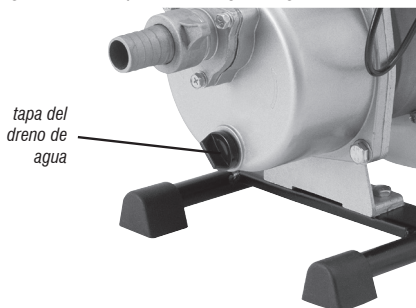

Fig. 11 – Retirando agua del sistema de la bomba
- 3 – Retire el dreno de agua (fig. 11) y aguarde hasta que toda el agua salga del sistema;
- 6 – Cierre el drenaje de la bomba (fig. 11);